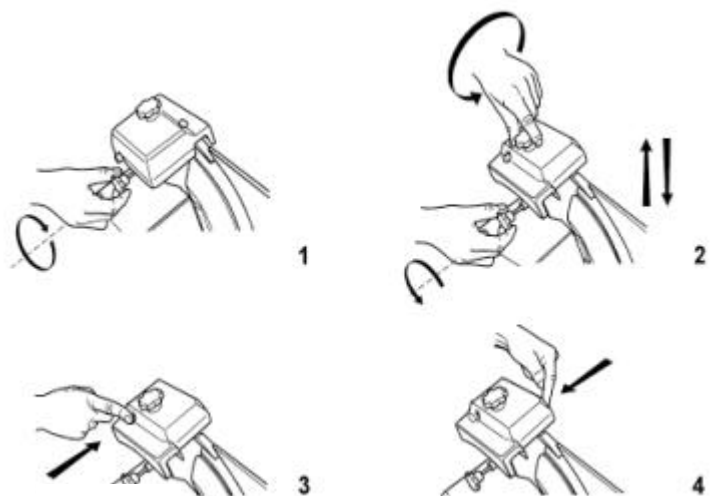

Fig. 4
La fig. 4 montre la séquence correcte d'affûtage. N'effectuer cette opération que quand la lame est propre.
6.1 Affûtage de la lame (Fig. 4)